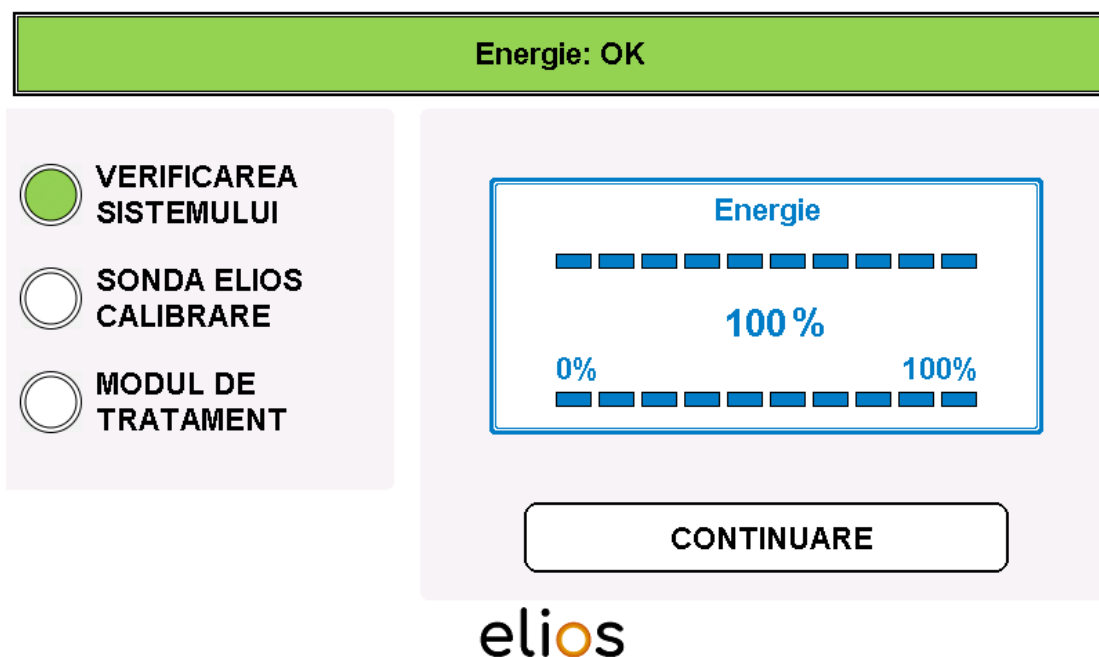

Fig. 4-3: Control intern al energiei
- Imediat ce pedala este eliberată, butonul **"CONTINUE"** [CONTINUARE] poate fi apăsat pentru a trece la CALIBRAREA SONDEI ELIOS (Fig. 4-3).